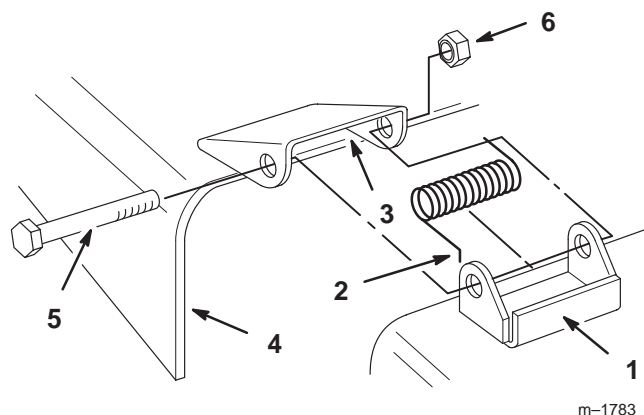

Figure 49
1. Enlevez le contre-écrou, le boulon et le ressort qui fixent le déflecteur aux supports du plateau de coupe (Fig. 49). Enlevez le déflecteur s'il est endommagé ou usé.
2. Placez les ressorts dans les supports du plateau de coupe, les extrémités crochues engagées sur la partie arrière surélevée (Fig. 49).
3. Placez le déflecteur en face des trous des supports, et les extrémités droites des ressorts dans l'espace sous la charnière et au-dessus du déflecteur (Fig. 49).